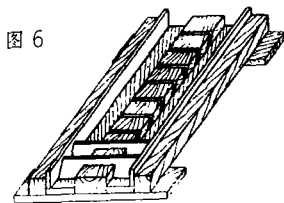

图 6
(2) 使用模具制作斜梯,如图 6:先按图纸测算出斜梯踏板的厚度、踏板间距以及梯子的倾斜角度,然后在一木板上按踏板间距及踏板厚度的顺序逐次绘制平行线,划线多少根据所制梯子的角度及踏板数量决定。然后以一根长方木按踏板之间高度及木梯倾斜度截割下若干块方木,木块倾斜角度及尺寸必须准确并将两端斜面研磨光滑,在模块底面抹胶粘接在已